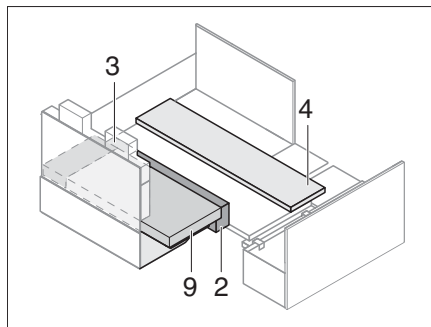

Fig. 199 Positionner le coussin supplémentaire
- Positionner le coussin supplémentaire (Fig. 199) L'écartement est déterminé par les coussins insérés.
- Insérer le coussin d'assise et les élargissements de siège. Placer le coussin de dossier (Fig. 199,9) sur le coussin supplémentaire.